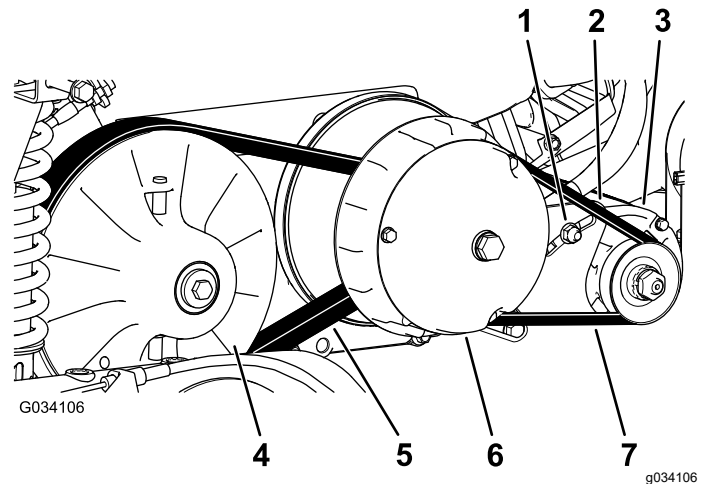

図 66
6. ベルト 図 66を手で回転させながら、磨耗や破損がないかを点検する。
3. 2次クラッチを回しながら2次クラッチ部分でベルトを外す(図 66)。
4. 1次クラッチからベルトを外す (図 66)。
5. 新しいベルトを一次クラッチに掛ける 図 66。
6. 2次クラッチを回しながら2次クラッチ部分でベルトを外す(図 66)。
2. スタータジェネレータのピボットナットをゆるめる 図 66。
4. バールを下に押してスタータを下げる。ベルトを $44 \text{ N}\cdot\text{m}4.5 \text{ kg}$ の力で押した時のたわみが 6 mm になるようにスタータの位置を調整する 図 66。
5. ピボットナットを手締めし、バールを取り外す 図 66。